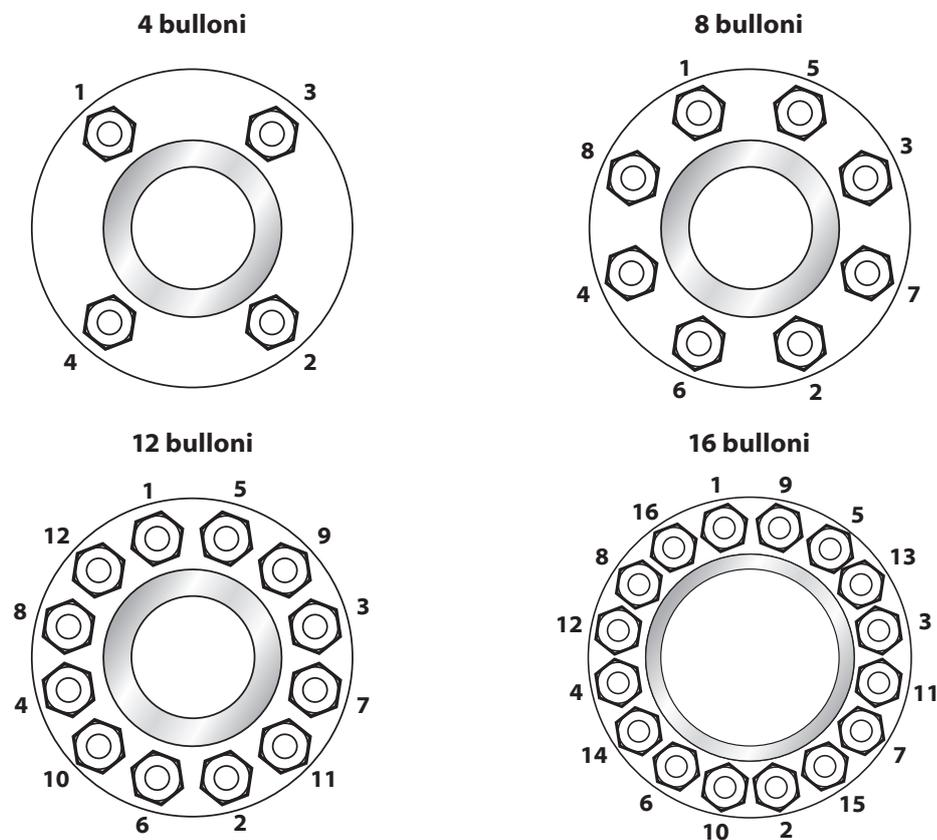

Fig.5-7 Tightening flange bolts
7. I bulloni delle flange devono essere serrati in modo incrociato secondo la (→ Fig. 5-7).